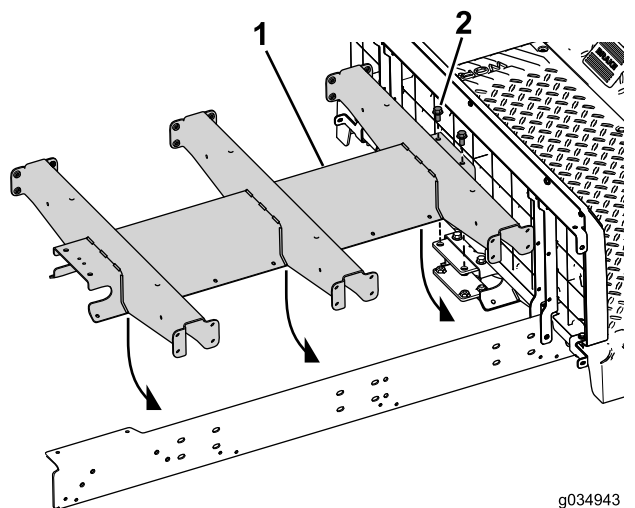

Figure 73
4. Insérez les 2 boulons (3/8" x 3 3/4") et rondelles à travers le profilé central et le support arrière (Figure 73).